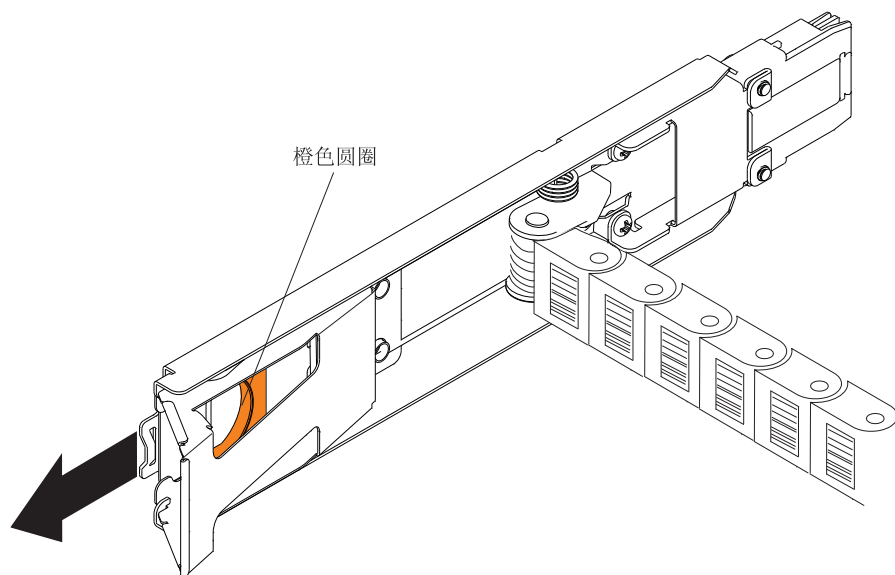

图 86. 连接到中面板的垂直安装支架
- c. 从中面板断开右侧电缆链安装支架的连接。握住橙色手柄 (请参阅第 121 页的图 86), 然后将安装支架从存储扩展机柜中完全拉出。如果需要, 可使用手电筒找到橙色手柄。